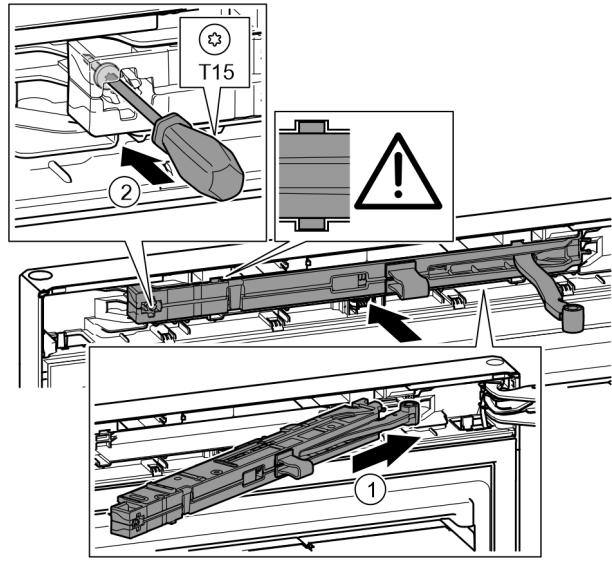

Fig. 20
- ▶ Enoto blažilnikov za zapiranje vrat na strani ležajnega podstavka potisnite v odprtino do prislonja. Fig. 20 (1)
- ▶ Trdno privijte vijak z izvičcem T15. Fig. 20 (2)